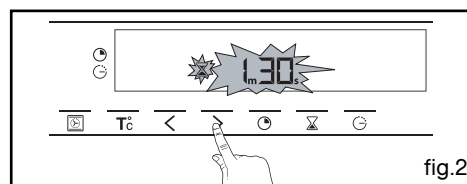

fig.2
- Ajustez le temps choisi en appuyant sur les touches < ou > (fig.2).